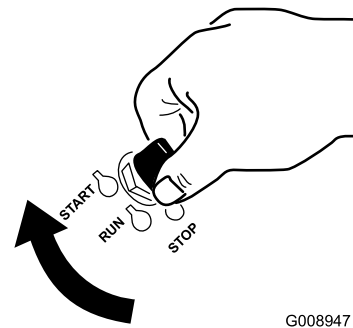

Figure 15
1. Tournez la clé de contact à la position de DÉMARRAGE (Figure 15).